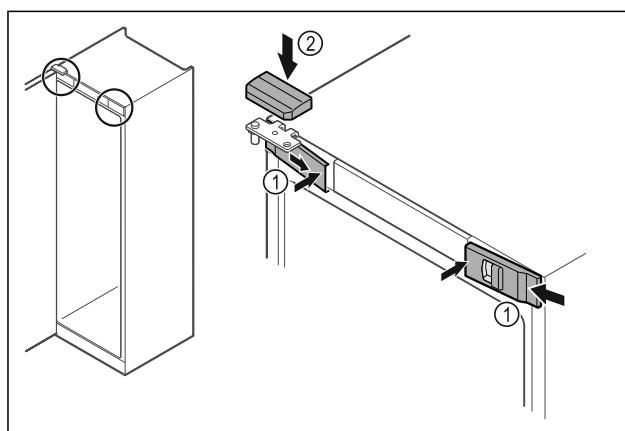

Fig. 52
- Įkabinkite priekines dengiamasias plokštėles Fig. 52 (1) šone ir užfiksuojite vidinėje pusėje.
- Užfiksuojite viršutinę dengiamąją plokštę Fig. 52 (2) iš viršaus.